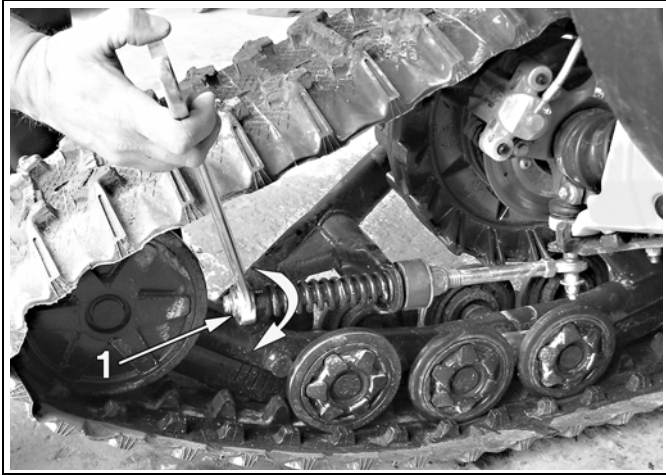

Abbildung 6
- Drehen Sie Überwurfmutter (1) bis diese die Feder berührt, dann drücken Sie die Feder zusammen, indem Sie diese Überwurfmutter 1,5 Drehungen drehen (siehe Abbildung 6).